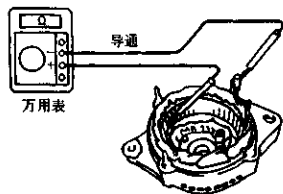

图 4-8 检查定子是否断路
2) 检查定子绕组是否断路。用万用表欧姆档检查，线圈引线之间应导通（如图 4-8 所示），否则应更换定子。